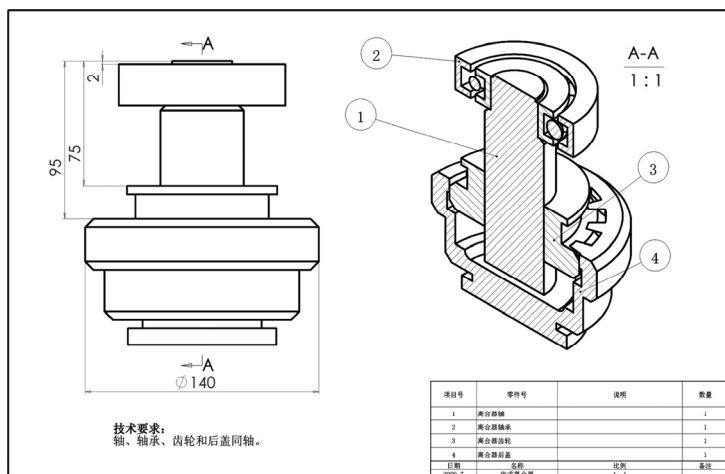

图 7-119 需创建的齿式离合器装配工程图
(3) 使用本章所学的知识，创建本书提供的素材文件“齿式离合器.sldprt”的工程图，其效果如图 7-119 所示。